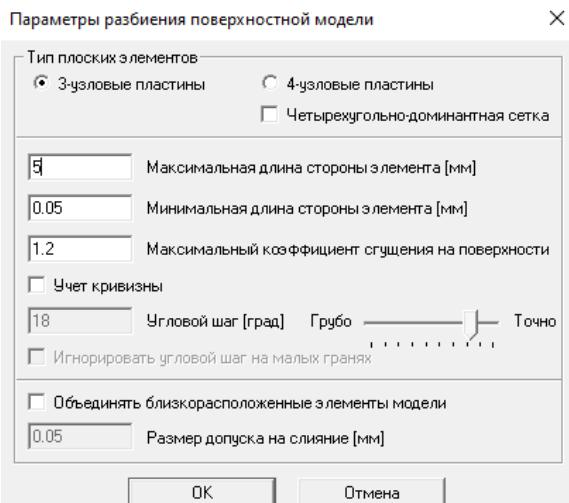
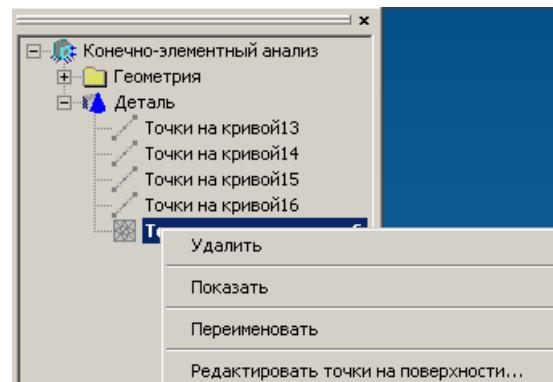
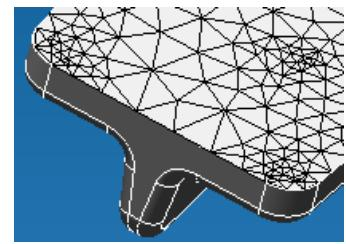

Рис. 2.4.6 Окно Разбиение поверхности.
Рис. 2.4.7 Объект Точки на поверхности.
Рис. 2.4.8 Пример сетки со сгущением.
1. Для разбиения поверхности укажите поверхность. Выбранная поверхность при этом подсветится зеленым цветом и станут доступны поля диалогового окна для ввода параметров разбиения (рис. 2.4.6). Далее введите параметры сетки (длина стороны элемента и коэффициент сгущения) и нажмите кнопку *Разбить*. При этом в дереве модели детали создается объект «Точки на поверхности» и связанные с поверхностью объекты «Точки на кривой» (рис. 2.4.7). Сетка отрисуется на ребре в соответствии с заданными параметрами разбиения. Если заданное разбиение не устраивает можно воспользоваться кнопкой *Удалить сетку с поверхности* и затем задать разбиение с другими параметрами.
- При разбиении поверхности создаются узлы на смежных ребрах в виде Точек на кривой (рис. 2.4.7). Эти точки на кривой являются связанными с сеткой на поверхности. Для удаления необходимо сначала удалить точки на поверхности (сетку), а только потом можно удалить точки на кривой.
2. Для сгущения сетки выберете узел. После этого станут доступны поля для ввода параметров переразбивки (рис. 2.4.6). Введите число уровней и коэффициент сгущения и нажмите кнопку «Переразбить» (рис. 2.4.8).